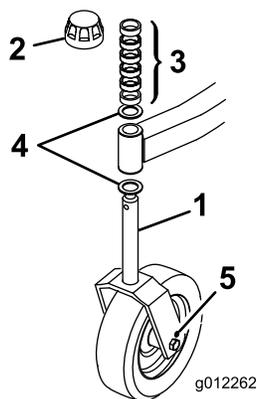
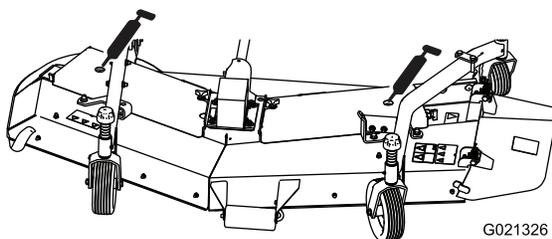

Figure 14
Figure 18
**Remarque:** Vous pouvez optimiser l'aspect de la pelouse aux hauteurs de coupe inférieures en abaissant l'arrière du plateau de coupe. Pour ce faire, placez les essieux des roues pivotantes arrière dans le trou supérieur des fourches des roues pivotantes (Figure 14). Placez les essieux dans les trous inférieurs des roues pivotantes pour les hauteurs de coupe plus élevées quand l'aspect de la coupe n'a pas besoin d'être optimal.
2. Enlevez le chapeau de tension de l'axe de pivot. Glissez l'entretoise sur le pivot pour obtenir la hauteur de coupe voulue (Fig. 18 et 19). Placez une rondelle (Figure 14) sur l'axe de pivot.
3. Poussez le pivot de la roue dans le bras de pivot avant, montez l'autre rondelle de poussée et les entretoises restantes sur le pivot, puis posez le chapeau de tension pour fixer l'ensemble (Figure 14).
- Roulements d'axes de lames – 2 (Figure 18)